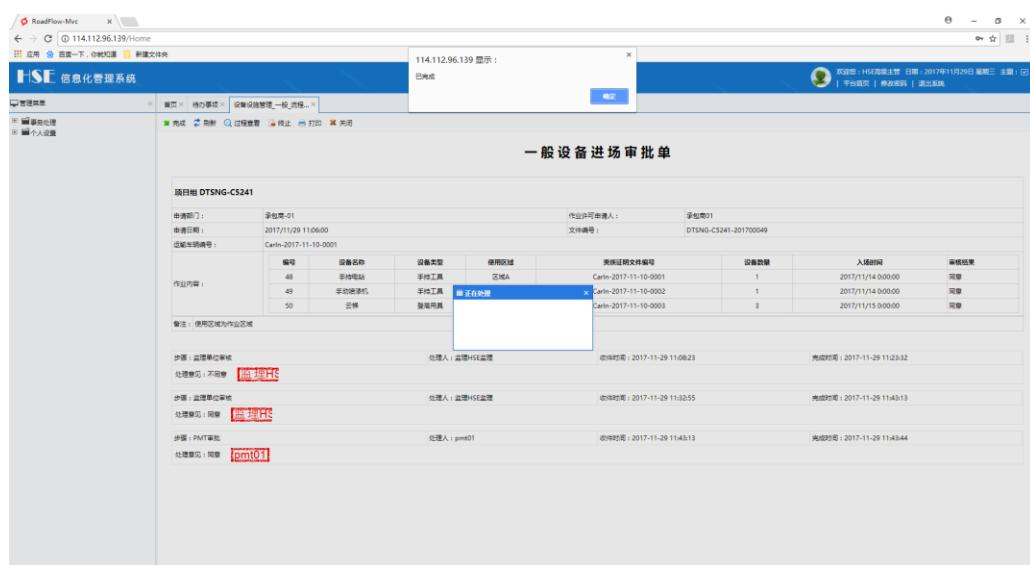

图 5.1-15 完成流程
4. PMT 审批通过后发送给 HSE 进行终审 ,HSE 审核无误 即可完成该流程 ,点击上方流程控制菜单的【完成】按钮 ,弹出“已完成”消息框 ,则该流程完成 ,完成后可在【已办事务】中查看 ,并邮件通知各个步骤节点的控制人 ,如图 5.1-15 所示 :